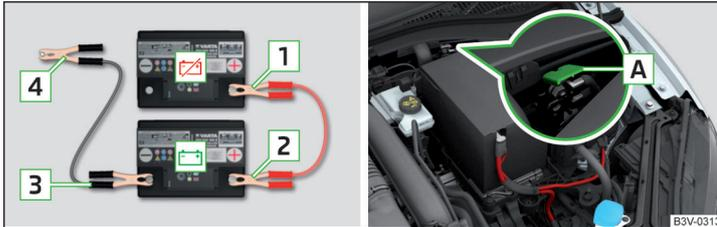

Abb. 338 Starthilfe: - entladene Batterie, - stromgebende Batterie / Massepunkt des Motors beim START-STOPP-System
- Bei Fahrzeugen mit dem START-STOPP-System die Klemme am Massepunkt des Motors befestigen » Abb. 338.